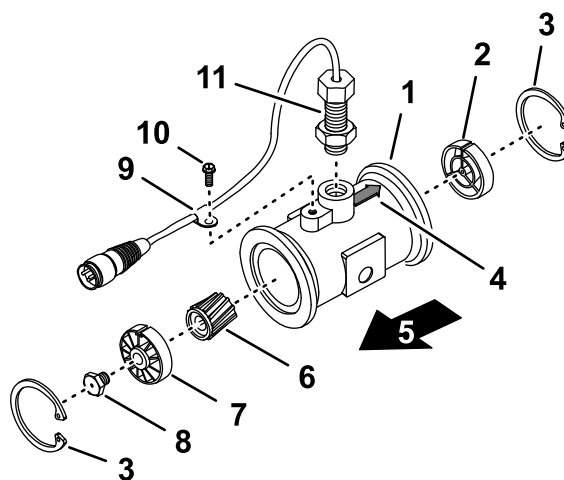

Bild 108
3. Entfernen Sie den Haltering an der vorgeschalteten Seite (Bild 108).